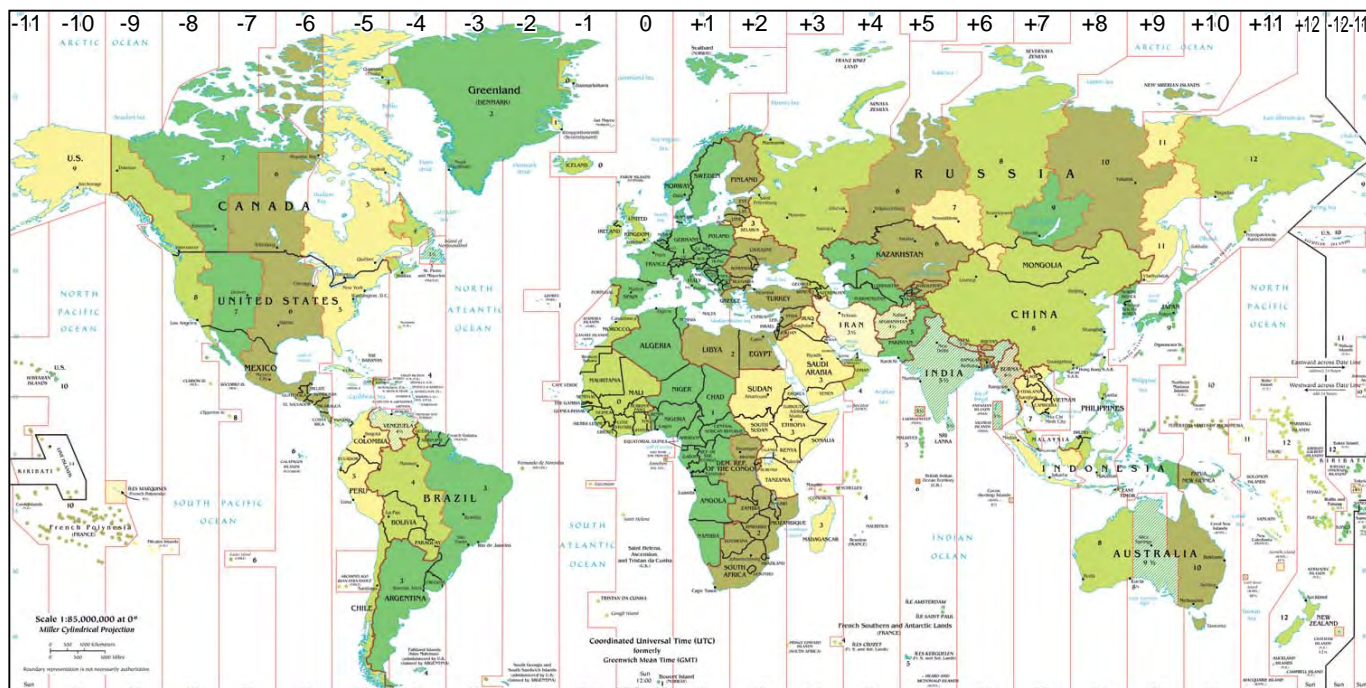

Рис. 27 Часовые пояса
- ▶ часовой пояс по отношению к GMT (например +1 в Германии, см. Рис. 27)